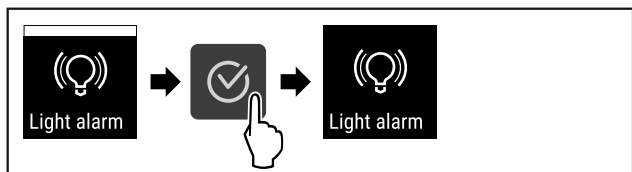

Fig. 98
- ▶ Végezze el a gyakorlati lépéseket (lásd Fig. 98) .